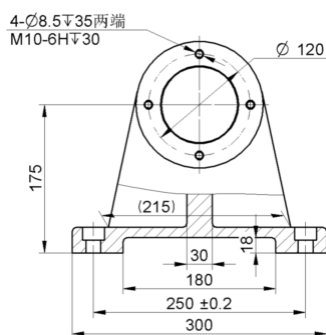

图 8.13.70 标注左视图螺纹孔尺寸
(1) 单击 **主页** 选项卡 **尺寸** 区域中的  命令，单击“尺寸类型”按钮 ，在弹出的下拉菜单中选择 **空白** 选项。
(2) 单击“智能尺寸”命令条中的“前缀”按钮 ，在系统弹出的“尺寸前缀”对话框。单击 **前缀 (P)** 文本框，输入“4-”（不包括引号）；然后单击  按钮，添加直径符号；输入“8.5”，单击  按钮，输入“35 两端”。
(3) 单击 **下标 2 (X)** 文本框，然后输入“M10-6H” 然后  按钮，输入“30”。
(4) 单击 **确定** 按钮，确认“智能尺寸”命令条中  按钮处于按下状态，然后选择螺纹孔的边线，在合适的位置放置尺寸，结果如图 8.13.70 所示。